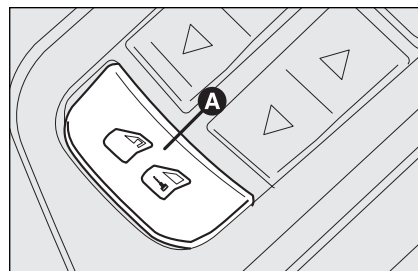

fig. 13
- ☐ bouton **A-fig. 13** de verrouillage/déverrouillage des portes placé sur le cache du panneau de la porte côté conducteur;